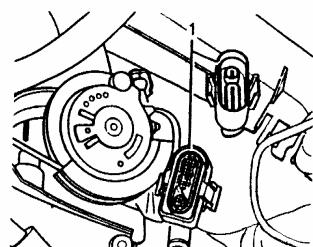

图 3-14 拔下 λ 传感器 G39 的四针插接头
(1) 将三元催化器前连接 λ 传感器 G39 的四针插接头 1 (黑色) 拔下，如图 3-14 所示。